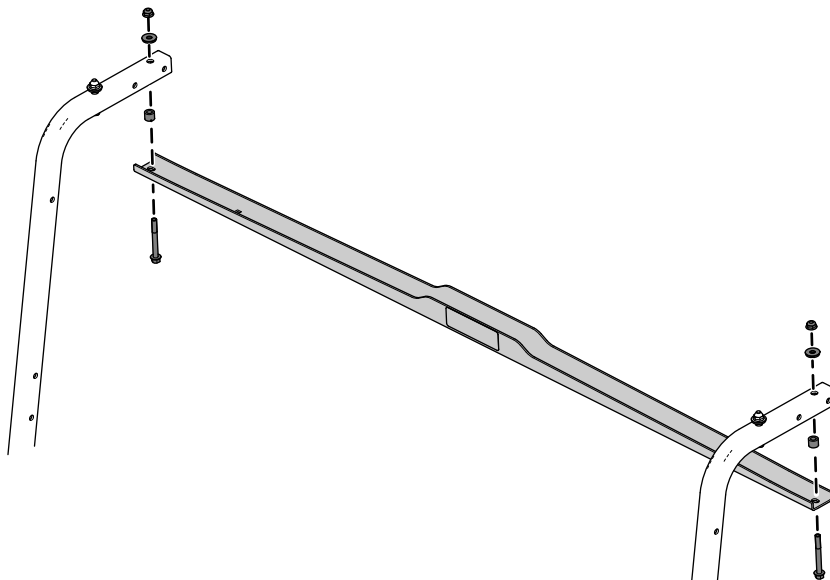

Figura 2
Retire el soporte de la capota como se muestra en la Figura 2.
5. Si es necesario, monte el soporte de la capota a la máquina usando las fijaciones que retiró previamente; consulte la Figura 2.